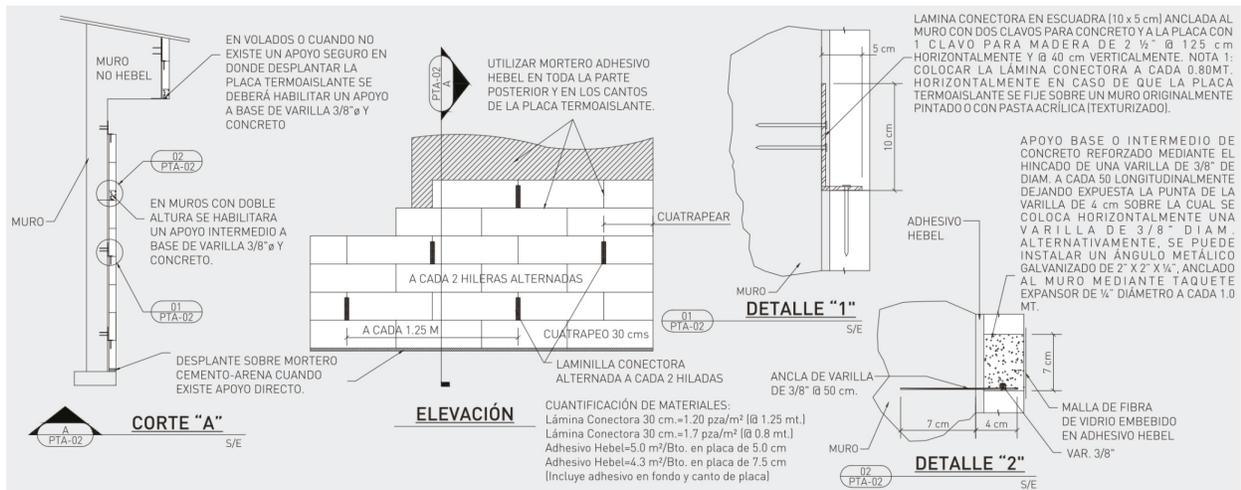

Fig. 2: Placa termoaislante en muro.
5. Se distribuirán laminillas conectoras como se indica en Fig. 2 [a cada 2 carreras verticalmente y a cada 1.25 mt horizontalmente] a manera de conectores entre el muro existente y la placa; para ello la laminilla conectora Hebel original de 30 cm se cortará en dos piezas de 15 cm, mismas que se doblarán en